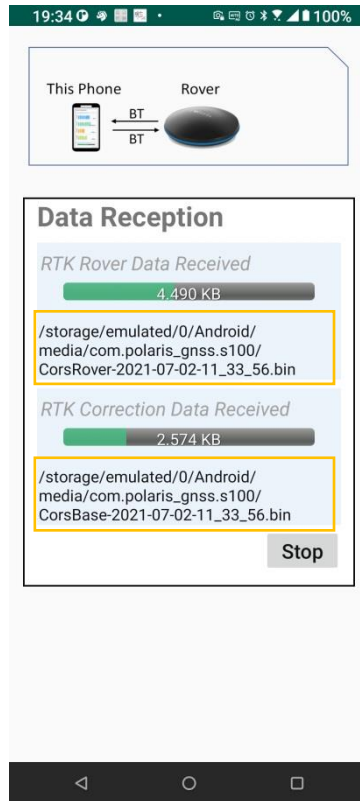

Figura A-12
4. Espere 15 minutos para registrar 15 minutos de datos para su análisis. Los archivos guardados se pueden encontrar en la carpeta /Android/media/com.polaris_gnss.s100/. Consulte la Figura A-12.